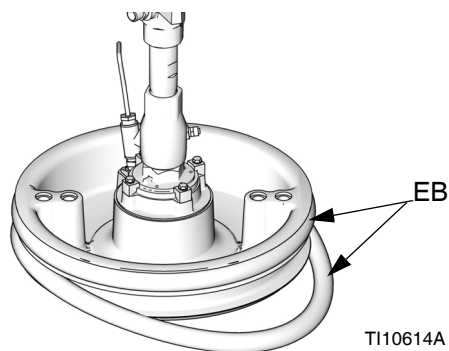

FIG. 34
1. Utilizzando uno strumento in legno o plastica per evitare danni al pulitore (EB), pulire tutto il materiale dalle scanalature della guarnizione.
2. *Lavorando dal basso*, inclinare un pulitore (EB) sulla parte posteriore del piatto (AD). Vedere FIG. 34.
3. Inserire il pulitore (EB) nella scanalatura superiore e far scorrere la parte anteriore del pulitore nella scanalatura.
4. Se si utilizza un piatto da 200 l (55 gal), inserire il secondo pulitore (EB) nella scanalatura inferiore e far scorrere la parte anteriore del pulitore nella scanalatura.